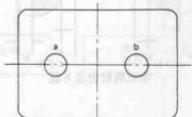

图11
②接收绿色单元信号，并调节其电子束电流于  $700 \mu\text{A}$  左右。
③通过消磁线圈对CRT作完全消磁处理；
④在作色彩纯度调试时，必须先对静聚焦进行粗调；
⑤调节色彩纯度磁铁，使其磁场磁势为 0；
⑥调试中必须保持CRT面向东方。
步骤：①用显示镜(放大镜)观察图 11 所示的两绿色点“a”和“b”，调节色彩纯度磁铁，使两点位置符合规定要求为止。